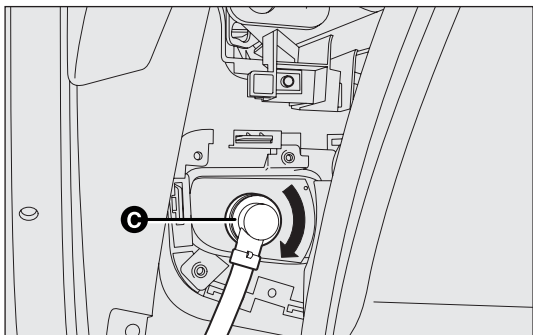

рис. 164
- снимите крышку патрона С – рис. 164 вращением против часовой стрелки;
- заново установите крышку/патрон С – рис. 164, вращая его по часовой стрелке, убедитесь в надежности крепления;